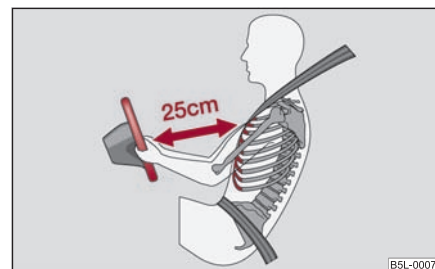

Fig. 4 La distance correcte
- Ajustez le volant de façon que l'écart entre le volant et le buste soit de 25 cm au moins ⇒ fig. 4. Les airbags ne peuvent pas vous protéger si vous êtes plus près - danger mortel!